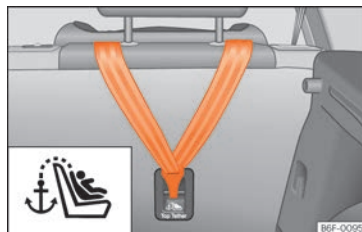

Fig. 27 Arrière des banquettes arrière : œilletons de retenue pour la ceinture Top Tether.
- Faites glisser la sangle et fixez-la correctement à l'aide de l'ancrage derrière le dossier »» **fig. 27**.